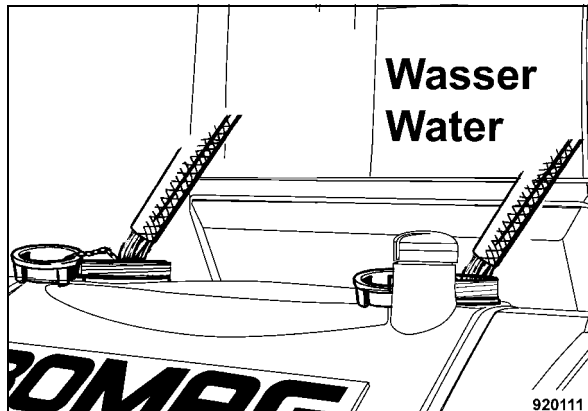

Fig. 130
- Aprire i coperchi dei due serbatoi dell'acqua e rabboccare acqua (Fig. 130), richiudere i coperchi.